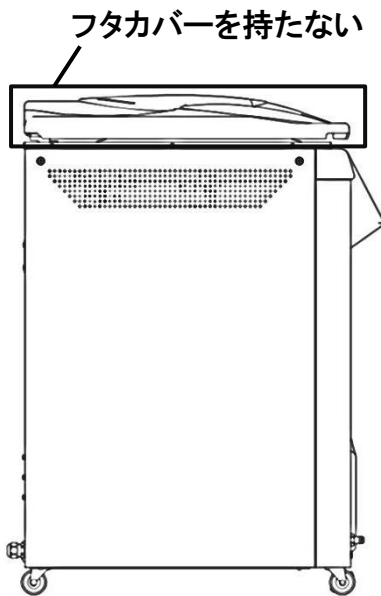

図1
- ❌ 移動中、本器のフタカバーを持ったり(図1)、本器に衝撃を与えないでください。